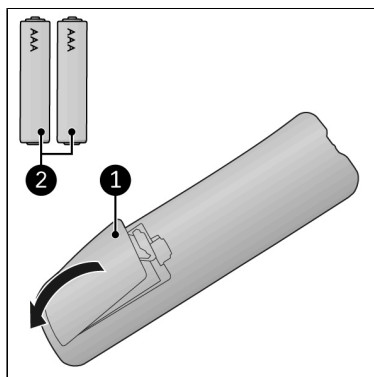

Abbildung 49.
1. Entfernen Sie die Abdeckung (Abbildung 49, Pos. 1).
3. Legen Sie zwei Batterien (AAA 1,5 V) (Abbildung 49, Pos. 2) wie im Batteriefach angegeben ein. Stellen Sie sicher, dass die Batterien richtig eingelegt sind.